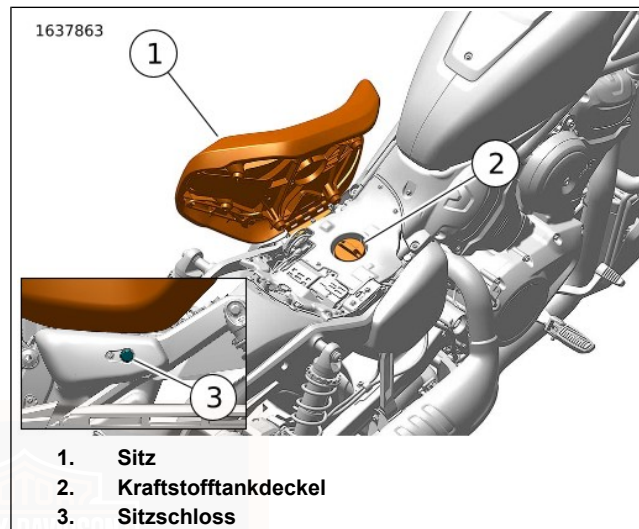

Abbildung 97. Kraftstoff-Einfüllöffnung (Kraftstofftank unter dem Sitz)
1. Siehe Abbildung 97. Den Schlüssel in das Sitzschloss (3) stecken.
1. Siehe Abbildung 97. Den Sitz nach unten drücken, um sicherzustellen, dass die Verriegelung eingerastet ist.